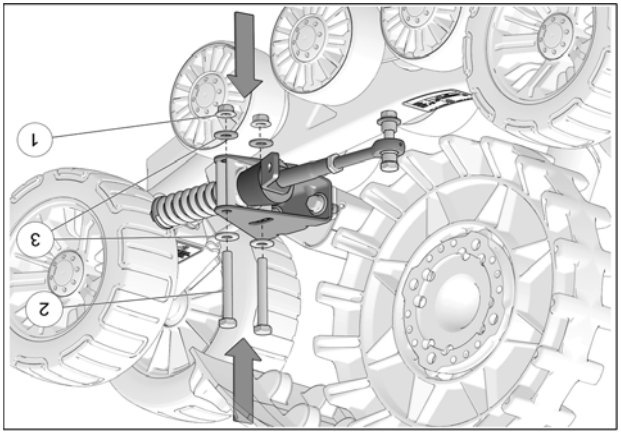

Fig. 15
7. Réinstaller les boulons (2), les rondelles (3) et les écrous (1) qui fixent les bras stabilisateurs aux systèmes avant. Voir la Fig. 15